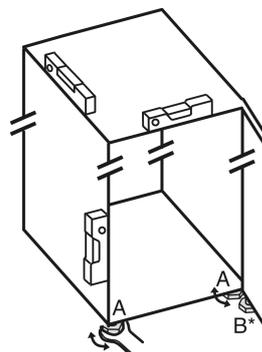

Fig. 24
- ▶ 用随附的开口扳手将垫脚 Fig. 24 (A) 借助水平仪旋出, 直至稳固、平坦对齐冰箱。
- ▶ 使用随附的开口扳手旋出托架上的垫脚 Fig. 24 (B), 直至垫脚平置于地板。
- ▶ 将垫脚 Fig. 24 (B) 继续旋转 90°。